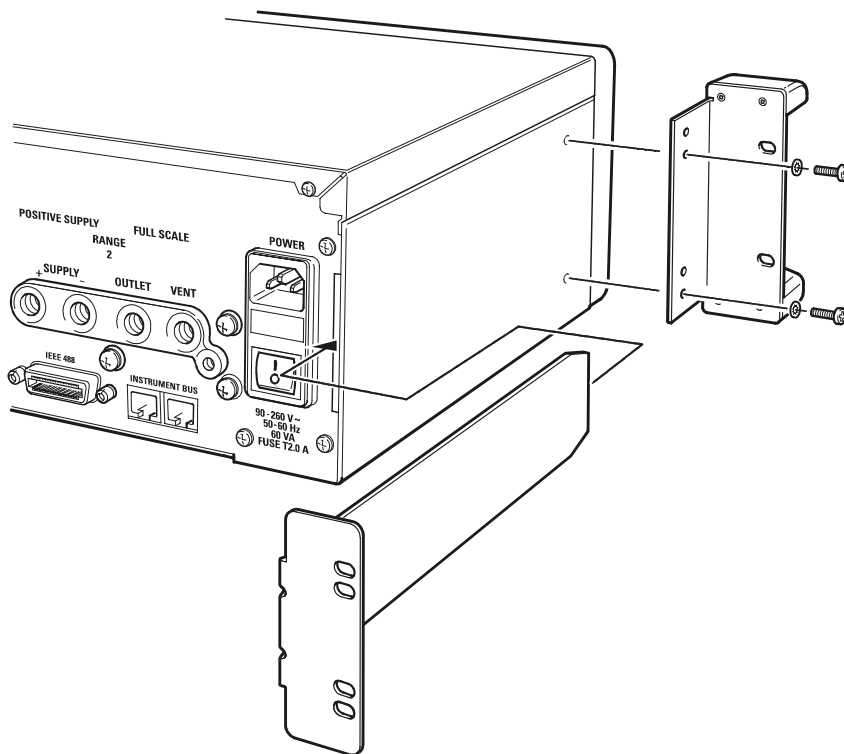

Figura 2-5 Montaggio a rack
2.5 Montaggio a rack (Figura 2-5)